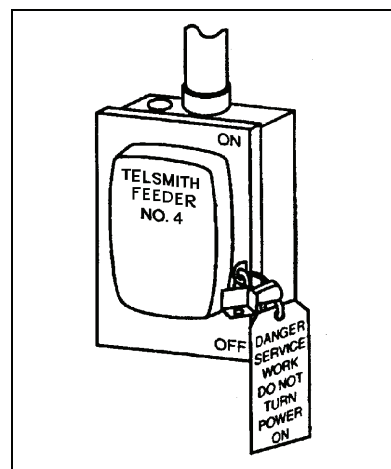

Figura 1-2. Controles Sinalizados
- Sempre que você solucionar problemas ou fizer reparos no sistema elétrico, trabalhe com a energia sinalizada e bloqueada, se possível. Consulte a Figura 1-2.